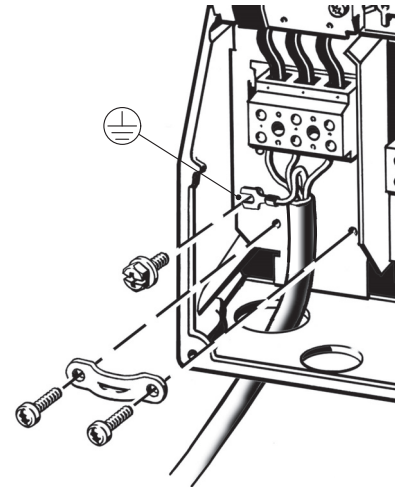

Fig. 23 Raccordement au réseau électrique, B1 et B2
1. Raccorder le conducteur de terre à la borne 95 (PE). Voir fig. 23.